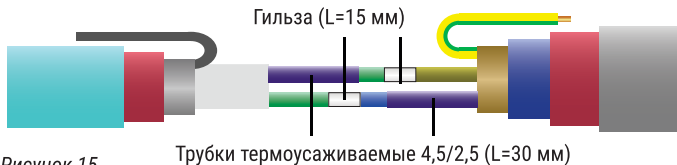

Рисунок 15
7.4. Гильзу (L=15 мм) вставить в изолированные токопроводящие жилы и обжать по всей длине наконечника с помощью ручного кремпера (рисунок 15). Повторить эту операцию для другой пары изолированных жил.